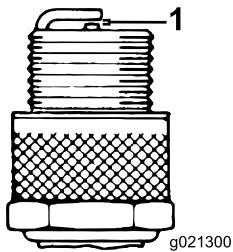

図 27
3. 取り付け前にもう一度エアギャップを確認する（図 27）。